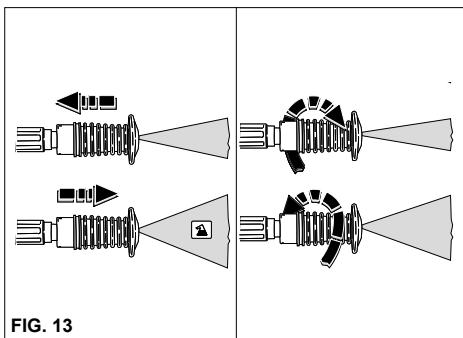

FIG. 13
ANVENDELSE AF JUSTERBART MULTIREC-DYSE (fig. 13).
- Luk grebets beskyttelsesdæksel, når rengøringsmaskinen ikke anvendes. (fig. 13).
- 2) Start rengøringsmaskinen, og sugefunktionen til sæbe på spulerøret og fugt overfladen, som skal renses, nedefra og op efter (fig. 13).